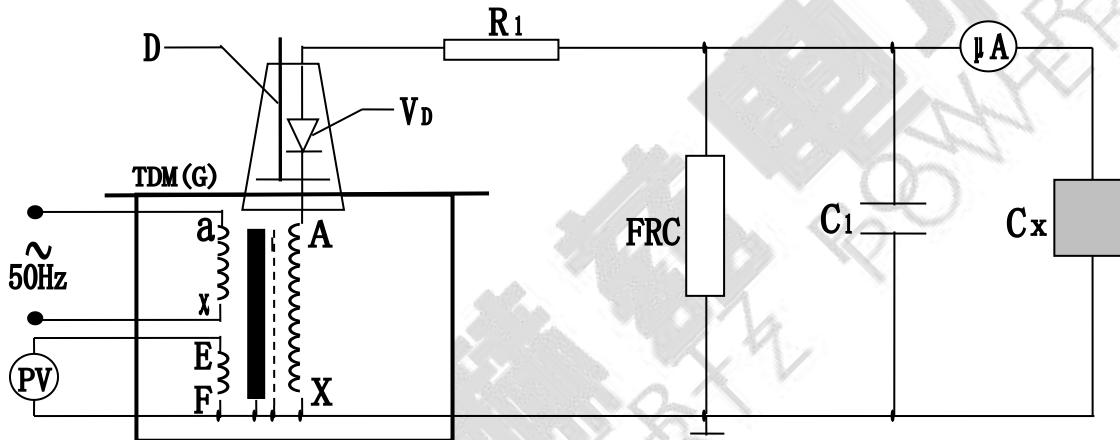

图 7：高压直流泄露试验接线图
6、TDM(G)工频耐压试验装置在做被试品的直流耐压或泄露试验时接线原理图如图 7。
注：此试验应先抽出短路杆“D”，图 7 中所示。